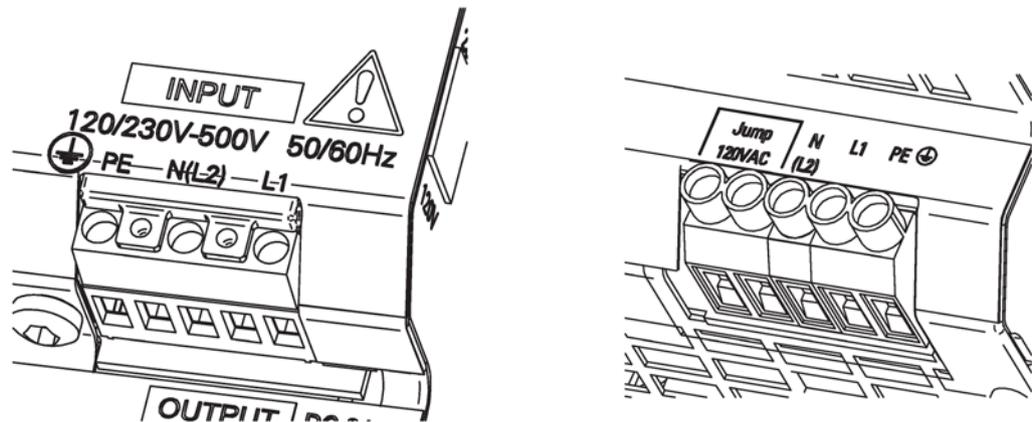

Bild 5-1 Netzanschluss (Beispiel 6EP1334-3BA10 und 6EP1337-3BA00)
Der Anschluss des Versorgungsnetzes erfolgt über die Klemmen L1, L2(N) und PE (siehe Bild 5-1 Netzanschluss (Beispiel 6EP1334-3BA10 und 6EP1337-3BA00) (Seite 33)) und muss gemäß IEC 60364 und EN 50178 ausgeführt werden.